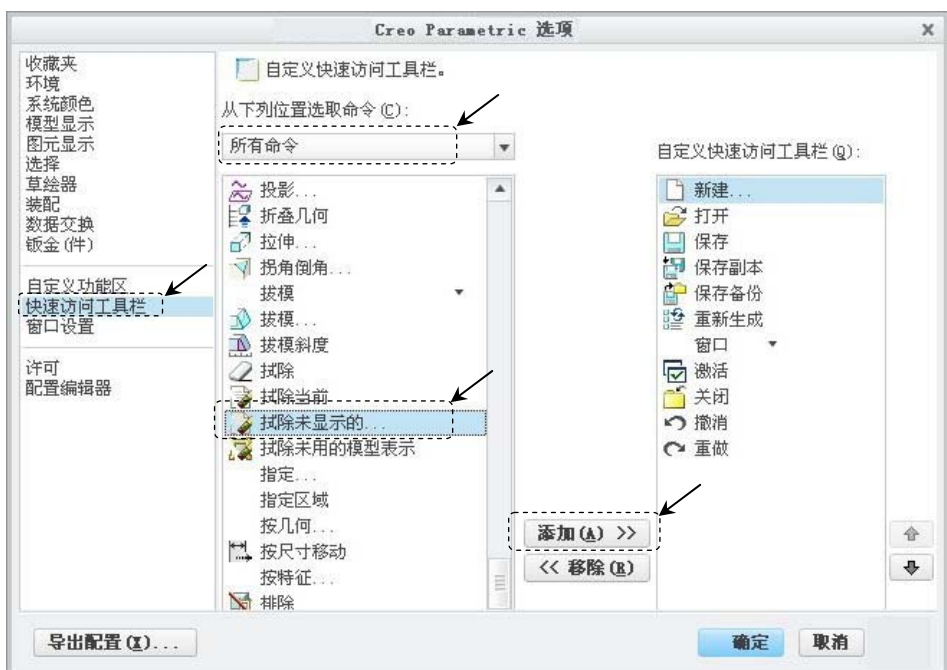
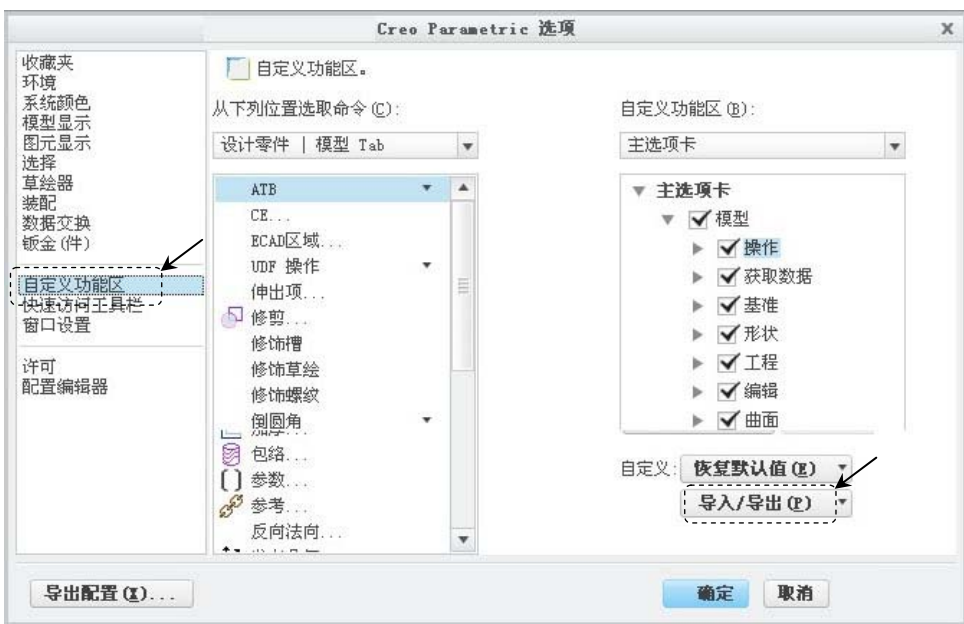

图 1.7.5 “快速访问工具栏”设置界面
图 1.7.6 “自定义功能区”设置界面
Step3. 快速访问工具栏设置。在“Creo Parametric 选项”对话框中单击 **快速访问工具栏** 区域，即可进入快速访问工具栏设置界面，如图 1.7.5 所示，在此界面中可以定制快速访问工具栏中的按钮，具体操作方法如下。
(1) 在“Creo Parametric 选项”对话框的 **从下列位置选取命令 (C):** 下拉列表中选择 **所有命令** 选项。
(2) 在命令区域中选择 **拭除未显示的...** 选项，然后单击 **添加 (A) >>** 按钮。
(3) 单击对话框右侧的 **↓** 按钮和 **↑** 按钮，可以调整添加的按钮在快速访问工具栏中的位置。
Step4. 功能区设置。在“Creo Parametric 选项”对话框中单击 **自定义功能区** 区域，即可进入功能区设置界面。在此界面中可以设置功能区各选项卡中的按钮，并可以创建新的用户选项卡，如图 1.7.6 所示。